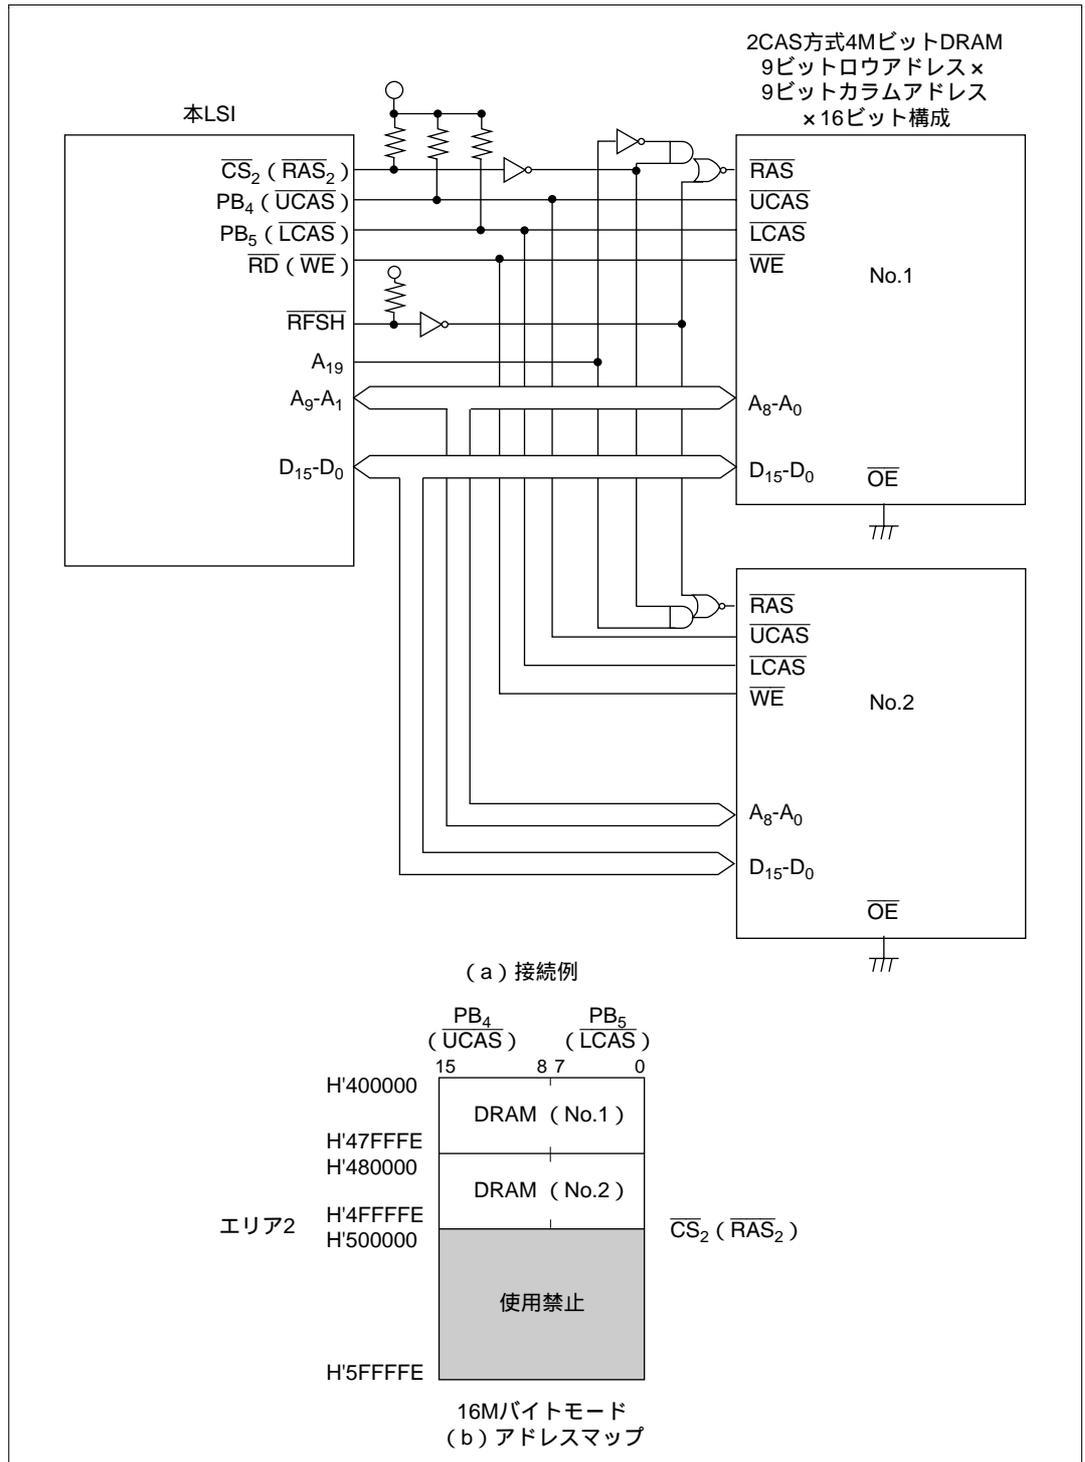

図 6.33 × 16 ビット構成 (2CAS 方式) の 4M ビット DRAM の接続例とアドレスマップ
(3) 図 6.33 に 4M ビット DRAM を 2 個使用する場合の接続例とそのアドレスマップを示します。9 ビットロウアドレス × 9 ビットカラムアドレスのタイプのものを使用しています。本例では上位アドレスをデコードすることにより、複数の DRAM を一つのエリアに接続しています。この場合、すべての DRAM を同時にリフレッシュするため、 $\overline{\text{RFSH}}$ 端子を使用します。ただし本接続例では、RAS ダウンモードは使用できませんので注意してください。